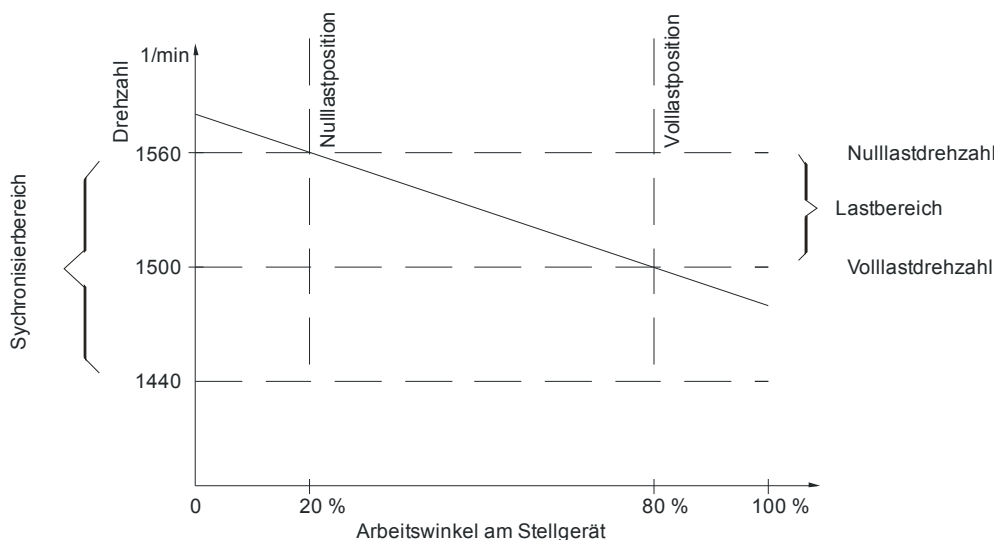

Abbildung 26: P-Bereichskurve bei 4% und 1500 1/min
3. P-Bereichs-Potentiometer im KG 1-08-F ca. 60 – 70 % aufdrehen (ergibt einen P-Bereich von ca. 4% in Abhängigkeit des verwendeten Actuator-Hubes, siehe Abb. 26).